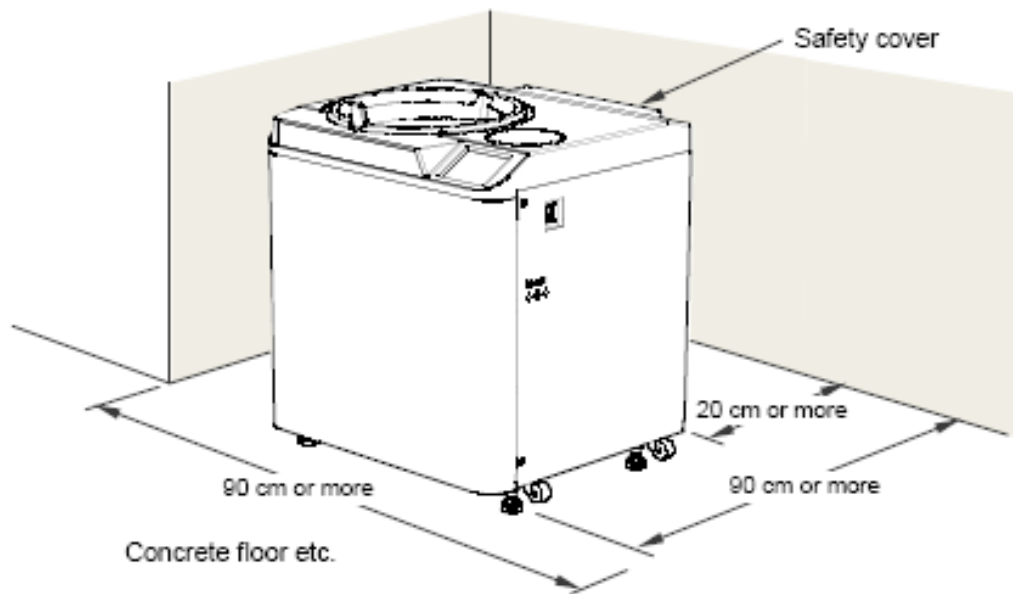

Figure 36 Lieu d'emplacement
3. L'ultracentrifugeuse nécessite un dégagement de plus de 20 cm au niveau de la paroi arrière et au moins 90x90 cm (voir Figure 36 Lieu d'emplacement). S'assurer que de l'environnement de l'appareil permet la libre circulation de l'air. Dans la mesure du possible, éviter d'installer l'ultracentrifugeuse à proximité de sources de chaleur étant donné que ceci risque d'entraver les propriétés de refroidissement de la centrifugeuse.